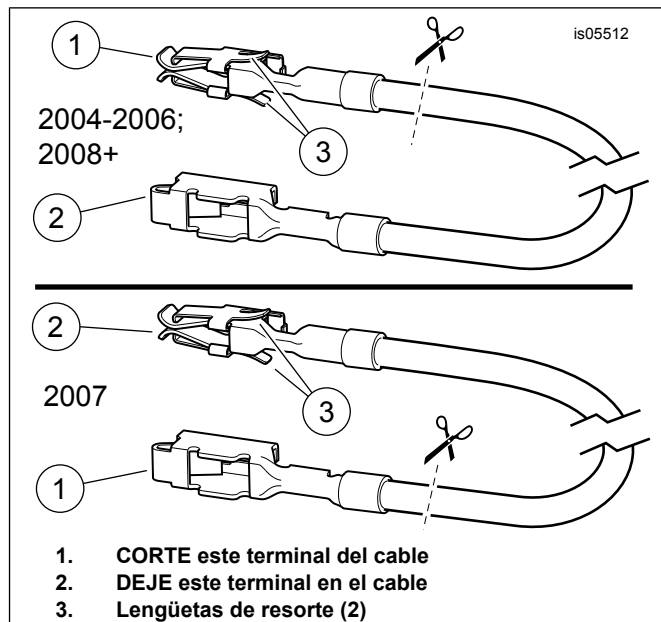

Figura 13. Cable adaptador del bloque de fusibles (Touring FL)
- Obtenga del kit el cable adaptador del bloque de fusibles naranja/blanco (9). **Modelos de 2004 a 2006:** Observe el terminal en cada extremo (vea Figura 13, **vista superior**). Solamente el terminal **SIN las lengüetas de resorte** encajará dentro de la cavidad de fusibles. Cuidadosamente corte el terminal **CON** lengüetas de resorte del cable y deséchelo. **Modelos de 2007:** Observe el terminal en cada extremo (vea Figura 13, **vista inferior**). Solamente el terminal **CON las lengüetas de resorte** encajará dentro de la cavidad de fusibles. Cuidadosamente corte el terminal **SIN** lengüetas de resorte del cable y deséchelo.